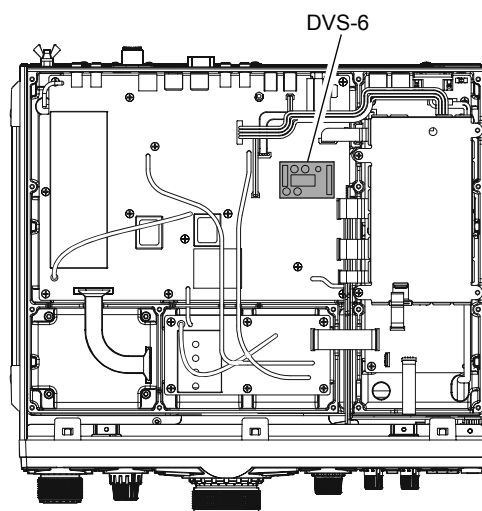

FIGURE 3
5. En se référant à la figure 3, mettre en place le **DVS-6** dans les broches correspondant à son emplacement sur le transceiver. Avec précaution appuyer sur la pièce jusqu'à ce quelle soit bien en place dans son connecteur.